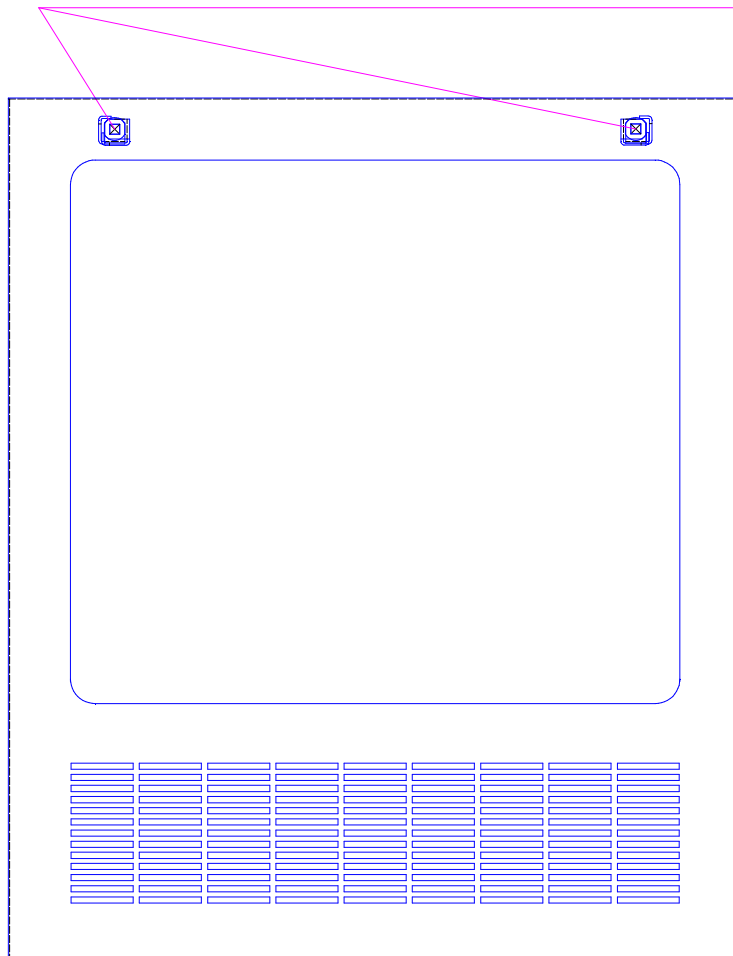

Рисунок 4.4 – Крепление замков на передней стенке.
4.7 Закрепить на передней стенке замки (рисунок 4.4).